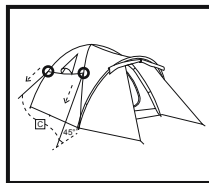

FIG5
8. Fissare la tenda esterna <A> spingendo i picchetti <D> negli anelli sul terreno (FIG. 5)
9. Fissare un'estremità delle funi di ritenuta (C) sui quattro ganci angolari della parte esterna della tenda (A). (FIG. 5)
10. Stendere l'altra estremità sui picchetti (D) e fissarli inserendo i picchetti (D) sul terreno. (FIG. 5)
11. **Nota:** Accertarsi che le funi di ritenuta (C) formino un angolo di 45°.
12. Non tirare eccessivamente le funi di ritenuta (C).